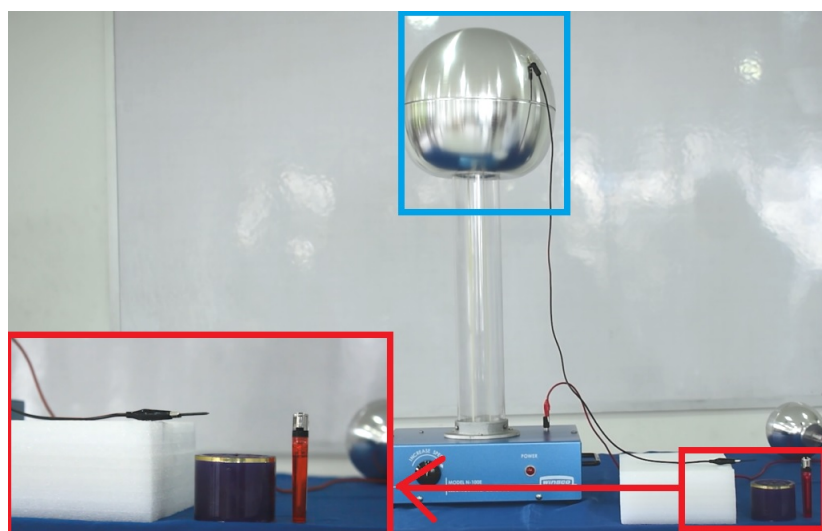

Figura 1.10: Configuración experimental para el estudio del viento iónico.
2. Conecte un cable banana-caimán, el extremo de la banana péguelo con cinta al domo del GVG (vea el recuadro azul de la figura 1.10) y con el extremo caimán agarre una puntilla de tal forma que la forma puntiaguda quede apuntando hacia afuera como se observa en el zoom del recuadro rojo de la figura 1.10.